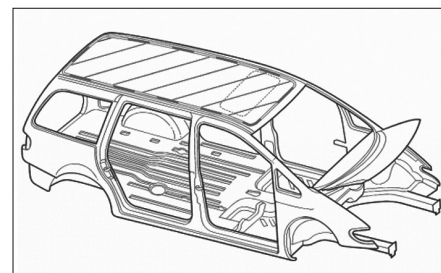

FIG. 40
- Découper grossièrement le pavillon (Fig.40).